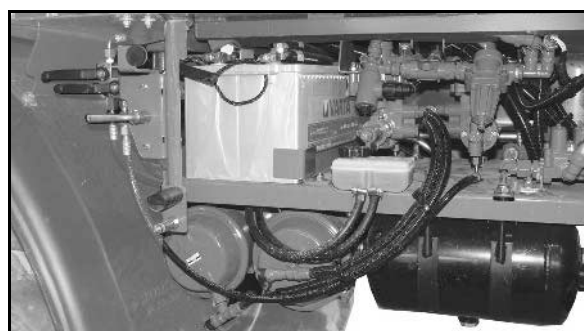

Fig. 175
1. Appuyer sur le galet de tension (Fig. 175/1) à l'aide d'une clé à tube (Fig. 175/3) dans le sens de la flèche jusqu'à pouvoir fixer une goupille de retenue de Ø6mm (Fig. 175/4) dans l'alésage de montage.
La courroie trapézoïdale crantée (Fig. 175/2) est maintenant sans tension.
2. Retirer d'abord la courroie trapézoïdale crantée (Fig. 175/2) du plus petit rouleau du galet de tension.
4. Placer la courroie trapézoïdale crantée neuve (Fig. 175/2).
6. Retendre la courroie trapézoïdale crantée à l'aide du galet de tension et de la clé à tube (Fig. 175/3). S'assurer que la courroie trapézoïdale crantée est correctement positionnée dans son guidage.